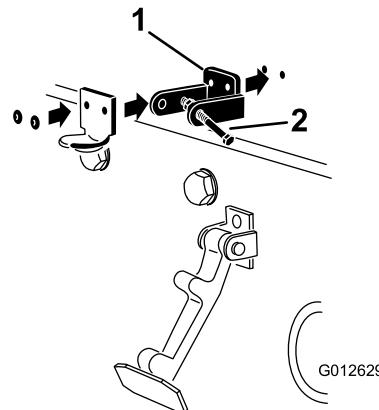

Figura 33
- Alinee los taladros de montaje y posicione el cierre de seguridad para CE y el cerradero sobre el capó. El cierre de seguridad debe estar en contacto directo con el capó (Figura 33). No retire el conjunto de perno y tuerca del brazo del cierre de seguridad.
- Remache el seguro de cierre, el cerradero y las arandelas al capó (Figura 33).